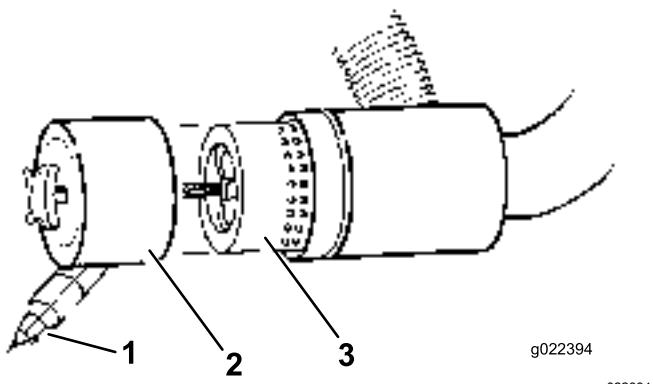

Figura 46
4. Retire y cambie el filtro (Figura 46).